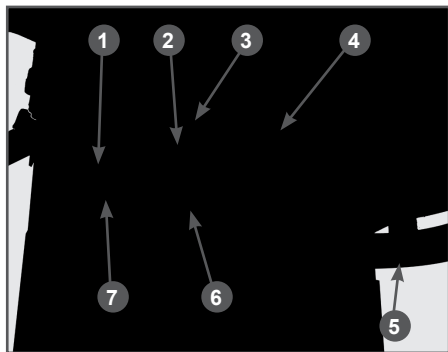

Рис. 26 Обслуживание ремней привода
2. Снимите ремень 1 переднего хода со шкивов вала двигателя 7 и редуктора 6 (Рис. 26).
4. Снимите ремень 2 заднего хода со шкивов шестерни 3 заднего хода и редуктора 5 (Рис. 26).